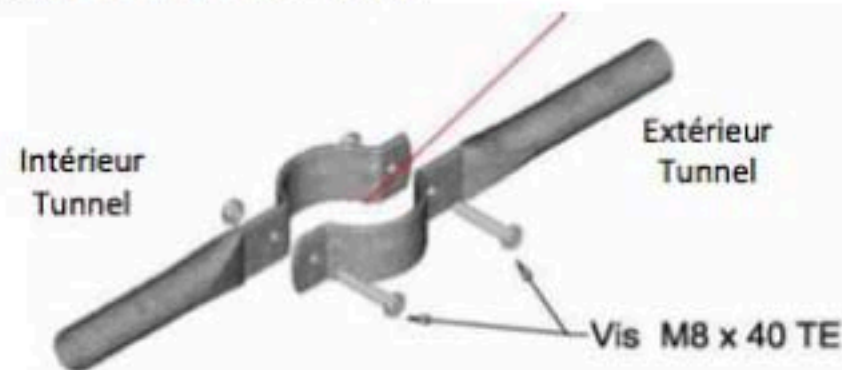

**Figure 11 : Emboîtement des arceaux sur les fers à béton**
**⚠ Attention :** emboîter les arceau avec les fers à béton vers l'extérieur du tunnel (Fig.11).